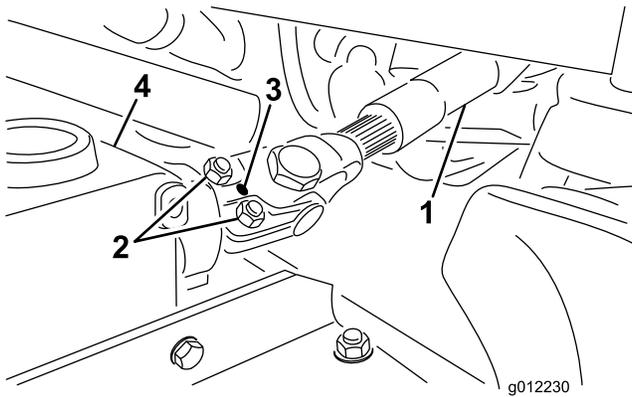

図 5
1. オスの PTO シャフトとメスの PTO シャフトを接続する (図 5)。ギア・ケースの入力シャフトの取り付け穴と PTO シャフト穴とを整列させて相互に接続する。
2. ロール・ピンで固定する (図 5)。
3. ボルトとナットを締めつける (図 5)。